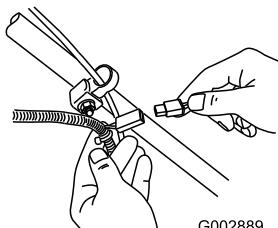

Рисунок 22
- Подсоедините зарядное устройство к жгуту проводки, расположенному под ключом зажигания (Рисунок 22).